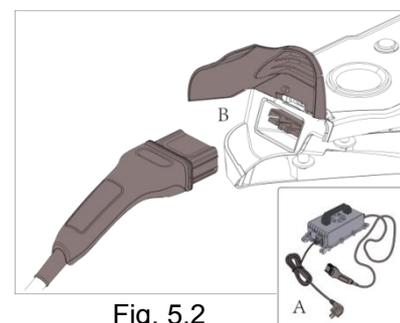

Fig. 5.2
La recharge doit se faire exclusivement à l'aide du chargeur de batterie (Fig. 5.2.A). Tout autre système de charge peut détériorer les batteries de manière irréversible.
3. Branchez le chargeur fourni sur la prise de charge (Fig. 5.2.A) avec la fiche à baïonnette spécifique pour le connecteur correspondant (Fig. 5.2.B).